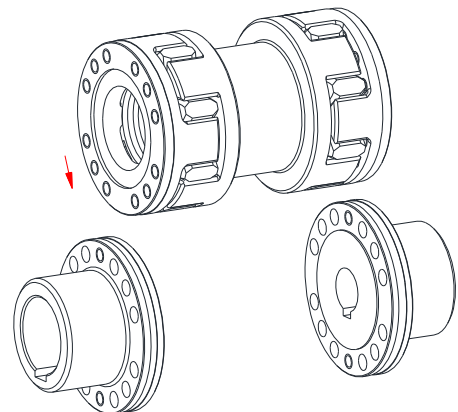

Bild 10: Montering av enheten
- Sätt in de hopstuckna delarna mellan kopplingsflänsarna (se bild 10).